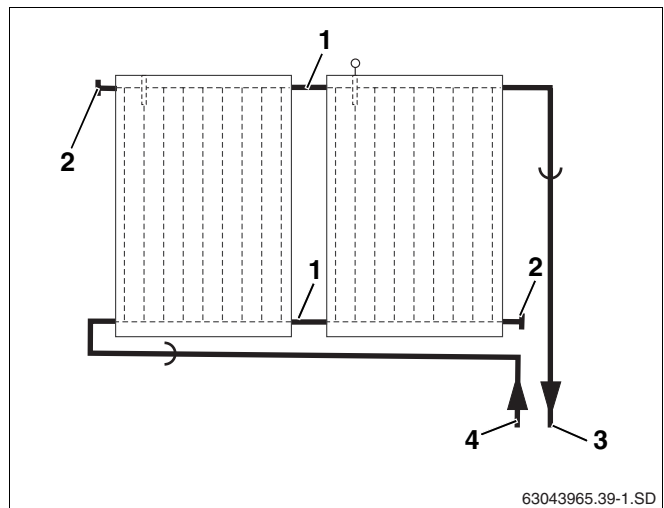
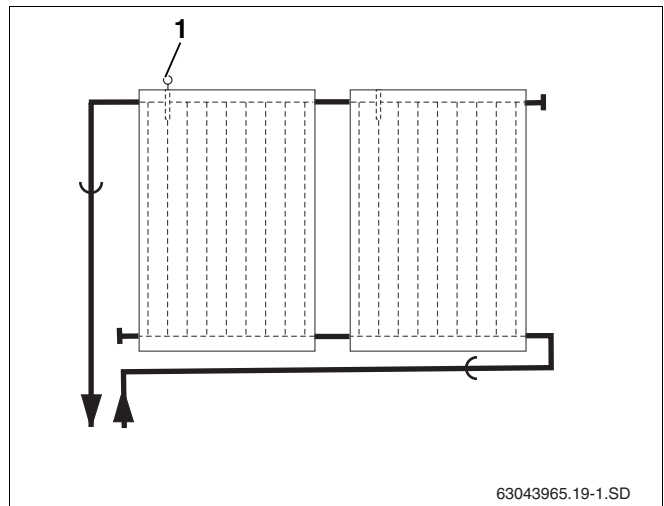

Fig. 18 Allacciamento idraulico – Tubazione di mandata a destra
Fig. 19 Allacciamento idraulico – Tubazione di mandata a sinistra
Il campo di collettori deve essere collegato ai tubi secondo il principio di Tichelmann. Ciò assicura che ciascuno dei collettori riceva la stessa portata in volume (fig. 18).
La tubazione di mandata può essere collocata in alto a destra (fig. 18) o a sinistra (fig. 19). In queste istruzioni, la tubazione di mandata è stata rappresentata sul lato destro.
I collettori devono essere montati in maniera tale che i passanti per la sonda dei collettori (fig. 19, **pos. 1**) siano nella parte superiore.